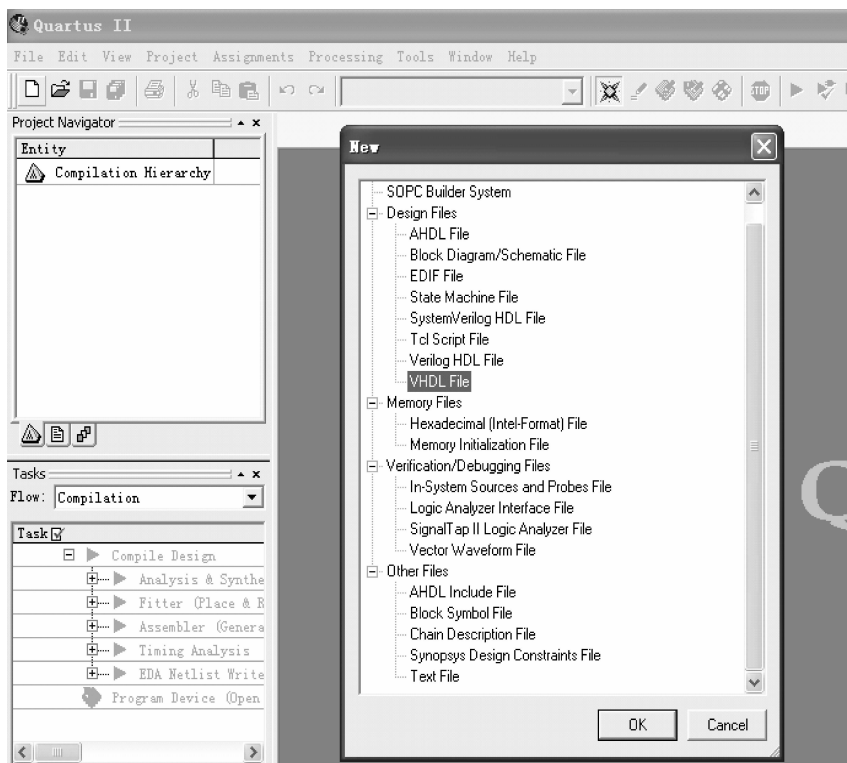
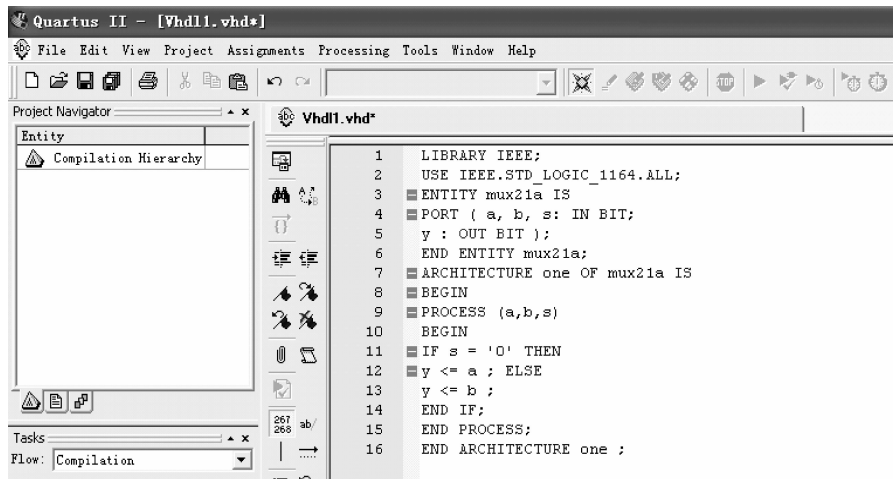

图 3-2 选择编辑文件的语言类型
图 3-3 编辑输入设计文件
(1) 新建一个文件夹。利用资源管理器新建一个文件夹,如 D:\muxfile,注意文件夹名不能用中文。
(2) 输入 VHDL 源程序。打开 Quartus II 软件,选择主菜单 File→New,在 New 窗中的 Design Files 中选择编译文件的语言类型,这里选择 VHDL Files,如图 3-2 所示。然后在 VHDL 文本编译窗口中输入如图 3-3 所示的 VHDL 程序。